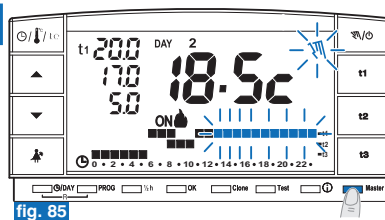

fig. 85
- Premere brevemente il tasto "Master"; sul display scompare la scritta **Master**: il cronotermostato rimane in funzionamento "manuale temporaneo" e le zone assegnate al master tornano sotto il controllo dei rispettivi trasmettitori (esempio in fig. 85).